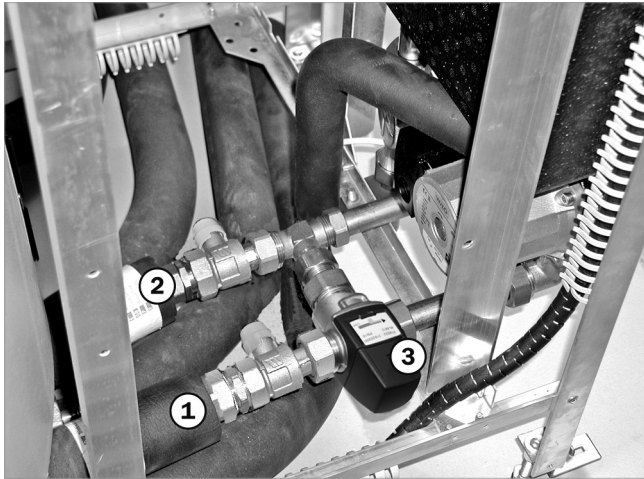

Abb. 20: Warmwasserverrohrung anschließen
Das „Thermische Mischventil“, → Abb. 20 (3), ist ab Werk voreingestellt.